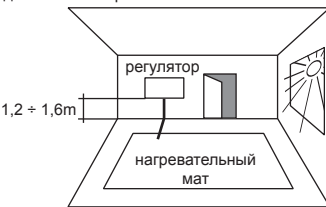

Рис. 5
- Рис. 5 Монтаж термостата
Термостат располагается на стене так, чтобы воздух свободно циркулировал вокруг него (Рис. 5). Далее, изделие не следует размещать поблизости от источников тепла (например, на прямом солнечном свете), на сквозняках, или на стене, выходящей на улицу. Изделие имеет специальный встроенный контур, который прекращает подачу тепла при отказе датчика или коротком замыкании в нем.